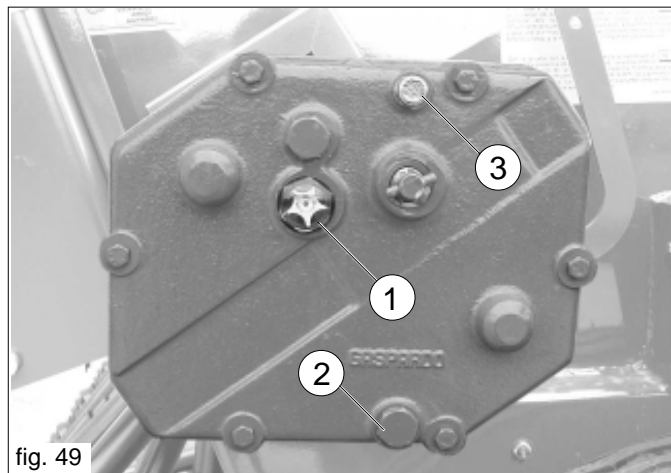

fig. 49
- Verificar el nivel del aceite en la caja del cambio, eventualmente restablecerlo hasta alcanzar el nivel (1 Fig. 49); al efectuarel restablecimiento, tener cuidado de utilizar el mismo tipo de aceite (ACER 22).
- Tapón de desagüe del aceite, 2 Fig. 49;
- Tapón de carga del aceite, 3 Fig. 49.